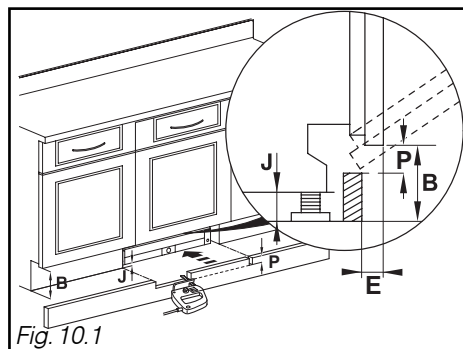

Fig. 10.1
Remontez la plinthe en la découpant si nécessaire suivant une cote **P** (voir tableau et Fig. 10.1)
- Mesurez la cote de profondeur de plinthe **E** (Fig.10.1) entre la plinthe du meuble et la façade du meuble. Relevez la valeur **P** dans le tableau donnée par **E** et **B - J** (ex. : Si **E = 100**, **B - J = 140**, alors **P = 23**).